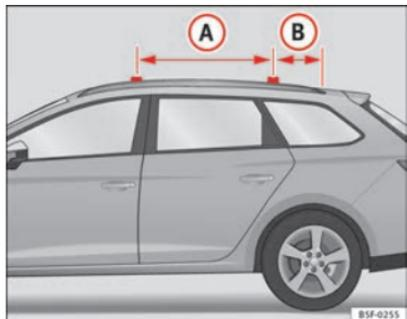

Abb. 112 Seitliche Dachreling: Punkte für die Befestigung der Querstangen.
Die Querstangen werden an der seitlichen Dachreling angebracht. Der Abstand zwischen den Querstangen \Rightarrow Abb. 112 (A) sollte zwischen 70 und 80 cm betragen. Der Abstand von der hinteren Querstange (B) zur Dachantenne sollte 20 cm nicht unterschreiten.